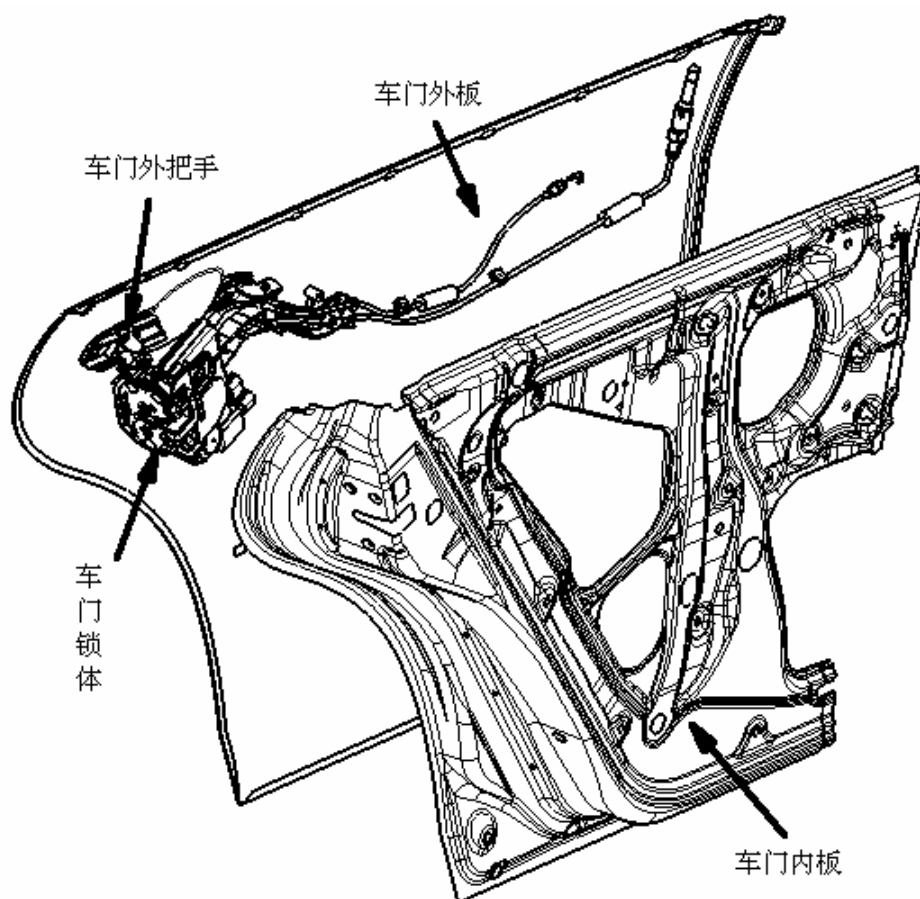

图3 左后门锁体周边
参照图3和4，按照以下步骤完成左后门锁的拆卸：
- ① 拆下如图3所示位置的螺钉和螺栓，需要的话要先拆下相应的贴片和堵盖；
- ② 透过贴片孔拆下外把手上的两个螺栓，取下外把手的前后护板；
- ③ 通过车门内外板上的过孔将锁体和把手取出。